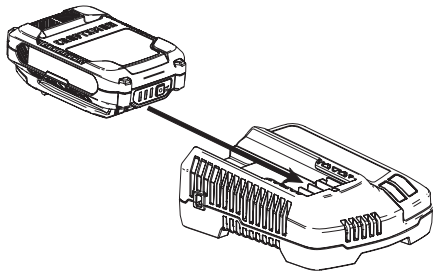

Figure 45
**IMPORTANT!** Consultez le manuel d'utilisation du chargeur pour les instructions concernant la recharge, l'entretien et le recyclage de la batterie (Figure 45).